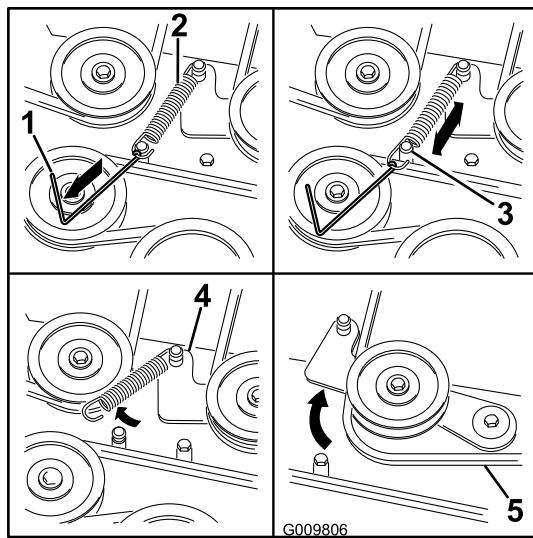

Bild 73
8. Entfernen Sie die Spannscheibenfeder mit einem Werkzeug zur Federentfernung (Toro-Bestellnummer 92-5771) von der Mähwerkstrebe, um die Spannung von der Spannscheibe zu nehmen (Bild 73).
11. Verlegen Sie den neuen Riemen um die Mähwerk- und Bremsspannscheiben unter dem Motor (Bild 73).
12. Setzen Sie die Spannscheibenfeder mit einem Werkzeug zur Federentfernung (Toro-Bestellnummer 92-5771) auf die Mähwerkstrebe, um die Spannscheibe und den Mähwerkriemen zu spannen (Bild 73).